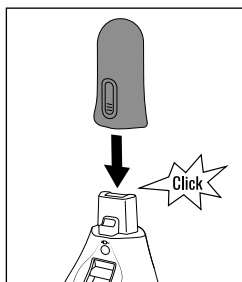

Fig. 4
- ◆ Applicare con cautela l'impugnatura corta **25** al blocco motore **8** finché non s'innesca in modo udibile (vedere fig. 4).